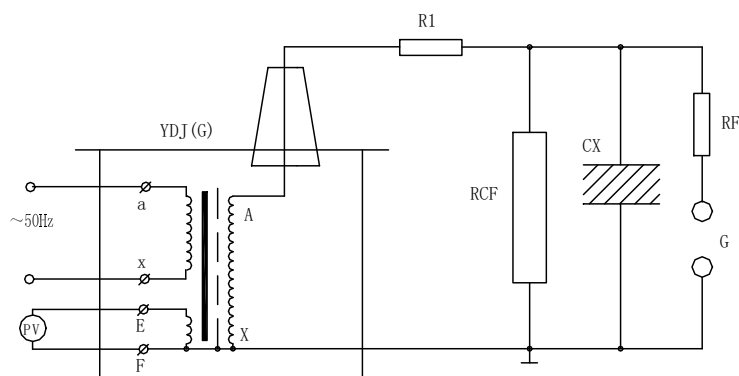

图 6：被试品工频耐压试验接线图
1、YDJ 油浸式试验变压器做被试品的工频耐压试验使用接线原理图见图 6。
在工频耐压试验中，低压侧测量电压（仪表电压）不是非常准确的，其原因是由于油浸式试验变压器存在着漏抗，在这上漏抗上必然存在着压降或容升，使试品上的电压低于或高于低压侧测量电压表上反映出来的电压。工频耐压试验时，被试品上的电压高于油浸式试验变压器的输出电压，也就是所谓容升现象。感应耐压试验时，油浸式试验变压器的漏抗必须存在着压降。为了准确测量被试品上所施加的电压，因此常在高压侧接入 RCF 阻容分压器来测量电压（见图 6）。